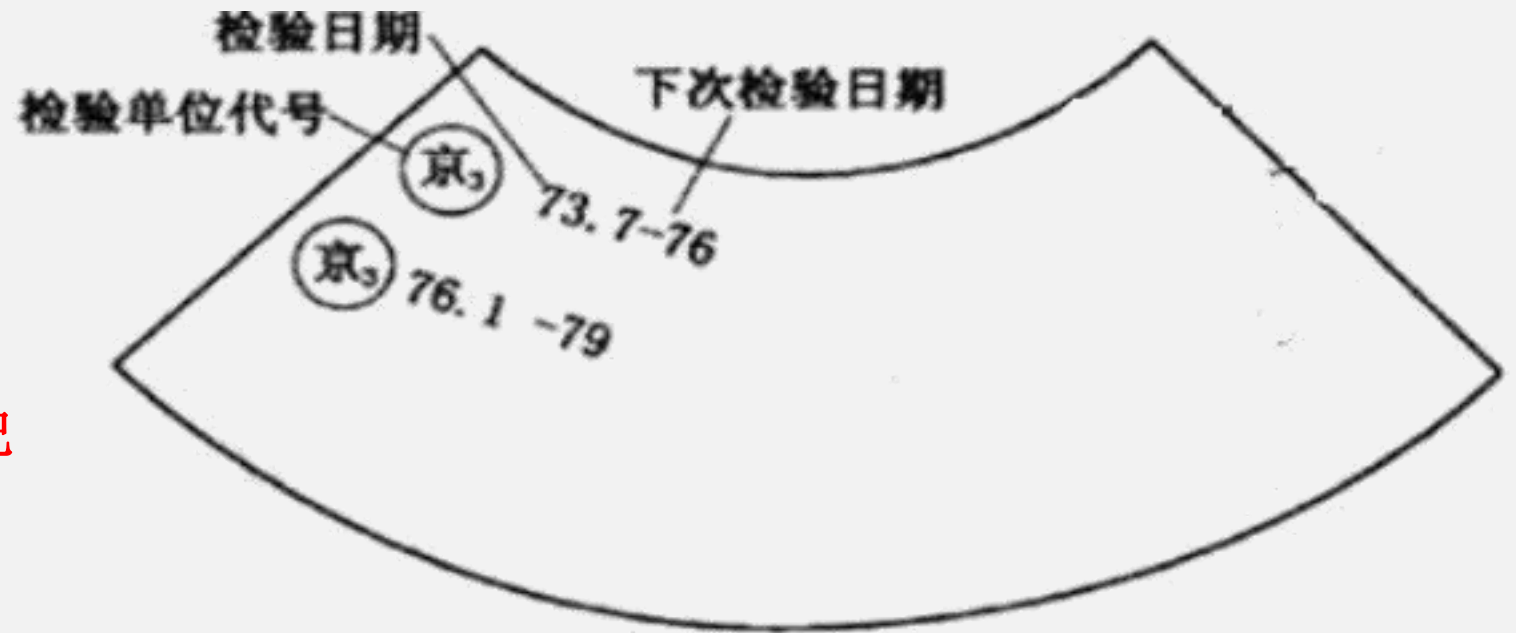

图1-2-B检验钢印标记
(2) 钢印标记的项目和排列，如图1-2-A和图1-2-B所示